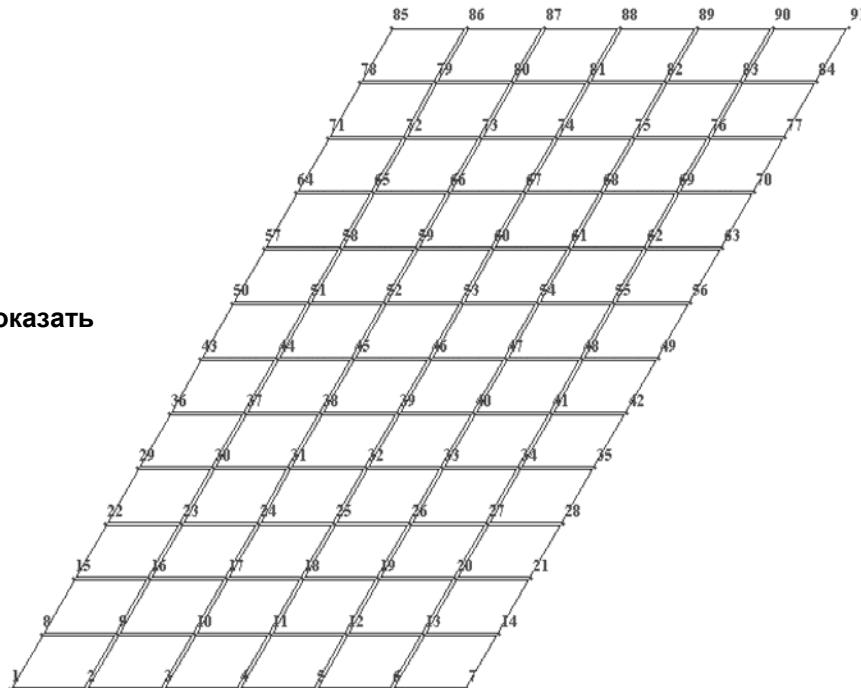

Рис.2.5. Нумерация узлов расчетной схемы плиты
- После этого щелкните по кнопке – **Перерисовать**. Полученная схема представлена на рис.2.5.